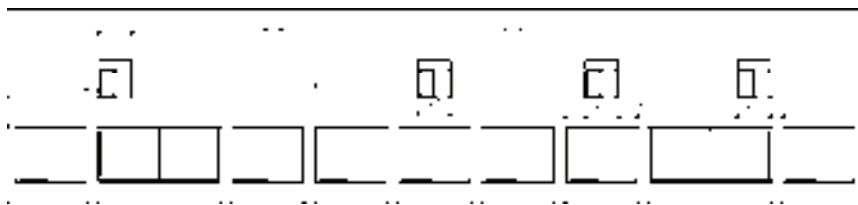

图 15-148 调入立面窗图形
17) 调用“立面门窗”命令，调入立面窗图形，结果如图 15-148 所示。